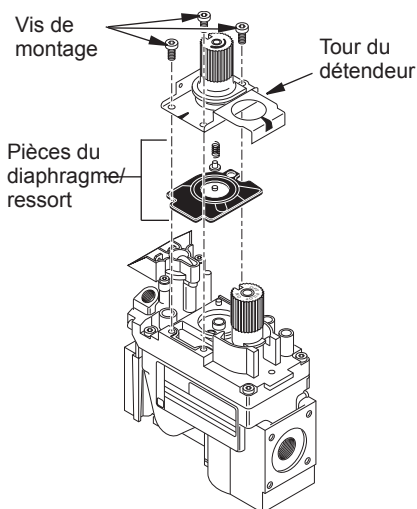

Figure 47 - Retrait de pièces pour la conversion de la vanne de contrôle du gaz
1. À l'aide d'un tournevis à pointe à six lobes T20 ou un tournevis pour écrous à fente, enlevez et jetez trois vis de montage, la tour du détendeur et les pièces du diaphragme et du ressort (voir figure 47).